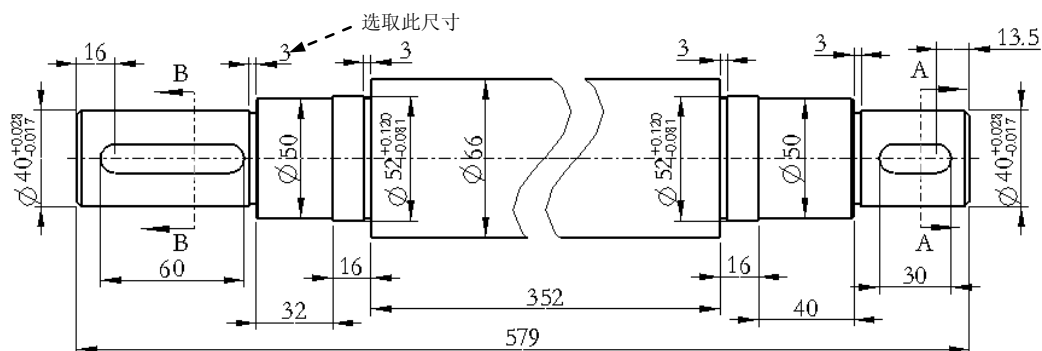
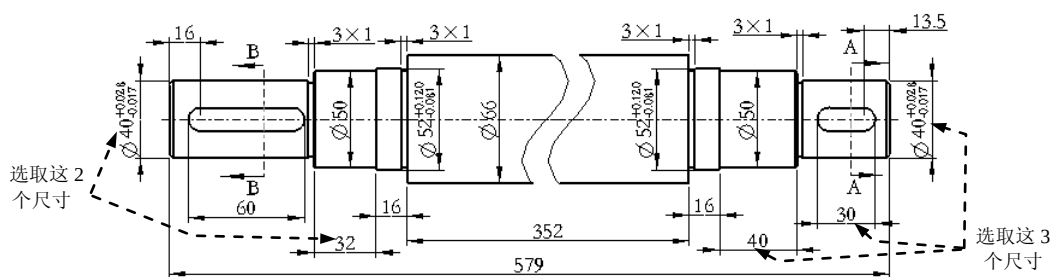

图 5.9.18 显示直径符号和公差
图 5.9.19 修改退刀槽的尺寸标注
本中将显示直径符号和公差值,如图 5.9.18 所示。
(5) 参照上面的步骤,为其他尺寸添加直径符号和公差,结果如图 5.9.18 所示。
(1) 双击图 5.9.18 所示的尺寸,在弹出的“尺寸属性”对话框中选取 **显示** 选项卡,单击以激活 **后缀** 文本框,并输入符号和数值 $\times 1$,单击 **确定** 按钮,此时该尺寸如图 5.9.19 所示。
(2) 参照上一步,修改其他三个退刀槽的尺寸标注(这三个退刀槽的尺寸文本均为 3),结果如图 5.9.19 所示。
(1) 在添加基准轴之前,先分别选取并右击图 5.9.19 所示的尺寸,在弹出的快捷菜单